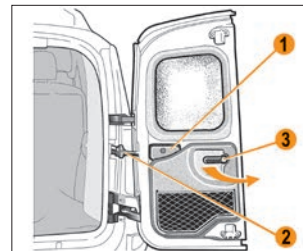

Рис. 1.4.7. Открытие меньшей двери багажного отделения
**Открытие меньшей двери багажного отделения.** После открытия большой двери можно открыть меньшую дверь, нажав на ручку **3** вниз (рис. 1.4.7).